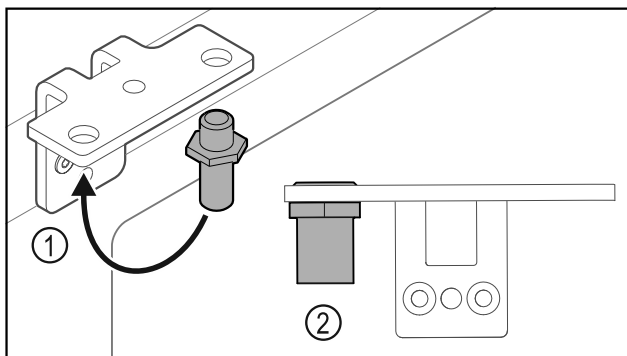

Fig. 38
- ▶ Sworznie Fig. 38 (1) przetożyć do zawiasu.
- ▶ Sworznie Fig. 38 (2) dokręcić z **momentem obrotowym 12 Nm**.